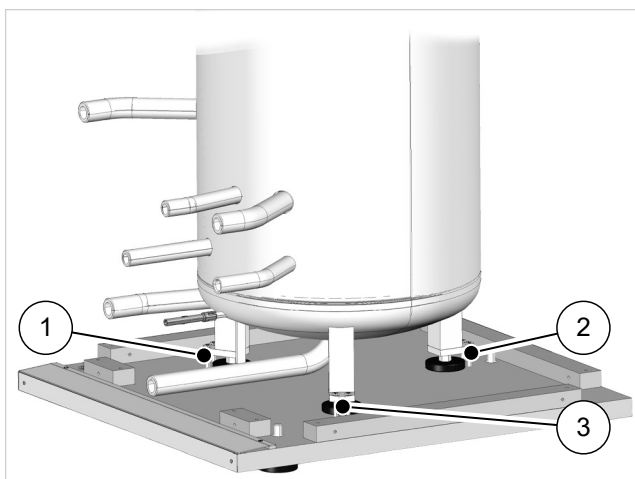

Fig. 10: Smontare la piastra di base
4. Staccare il serbatoio dalla piastra di base (→ fig. 10), allentando entrambe le viti in ciascuna delle posizioni da (1) a (3).